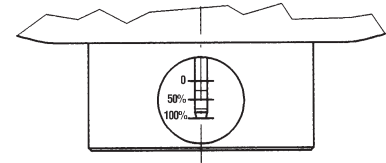

Fig. 20
- 14) Vérifier que le monitor PM/182 est positionné en ouverture complète en contrôlant la position de l'indicateur de course à travers le hublot (Fig. 20).
- 14) Comprobar que el monitor PM/182 se posiciona en completa apertura observando la posición del indicador de recorrido a través de la mirilla (fig. 20).
- 11) Abrir a válvula AR73, na pos. 8.
- 14) Verificar que o monitor PM/182 fica completamente aberto, controlando a posição do indicador de abertura através do visor (fig. 20).
- 14) Verificare che il monitor PM/182 si posizioni in completa apertura controllando la posizione dell'indicatore di corsa attraverso l'oblò (fig. 20).